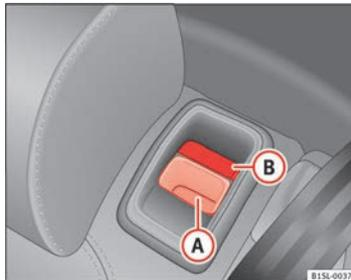

Abb. 67 Rücksitzbank:
- Entriegelungstaste ⇒ Abb. 67 (A) nach vorn ziehen und gleichzeitig die Rücksitzlehne vorklappen.
- Die Rücksitzlehne ist entriegelt, wenn eine rote Markierung an der Taste (B) zu sehen ist.